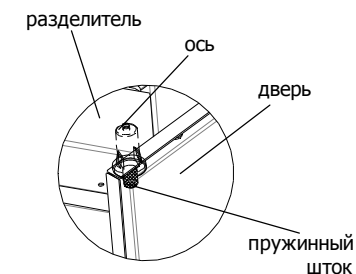

Рис.1
1. При установке трейзера MD 1650 в шкаф MD 1 1650 (или трейзера MD 1670 в шкаф MD 2 1670) необходимо снять с осей дверцы. Для этого отожмите пружинный шток оси и из отверстия двери и снимите дверь (Рис.1)